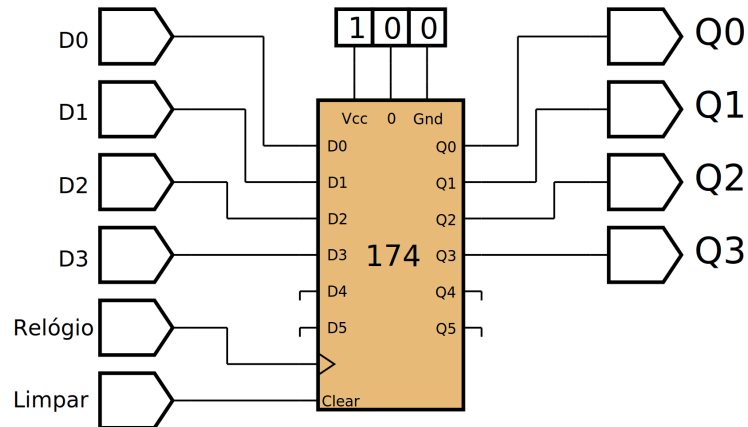

Figura 11.11 – Diagrama esquemático.
- Utilize um programa de simulação em computador (SmartSim, Atanua, Qucs) faça a simulação do circuito da figura 11.11. Compare os resultados com a tabela 11.4.